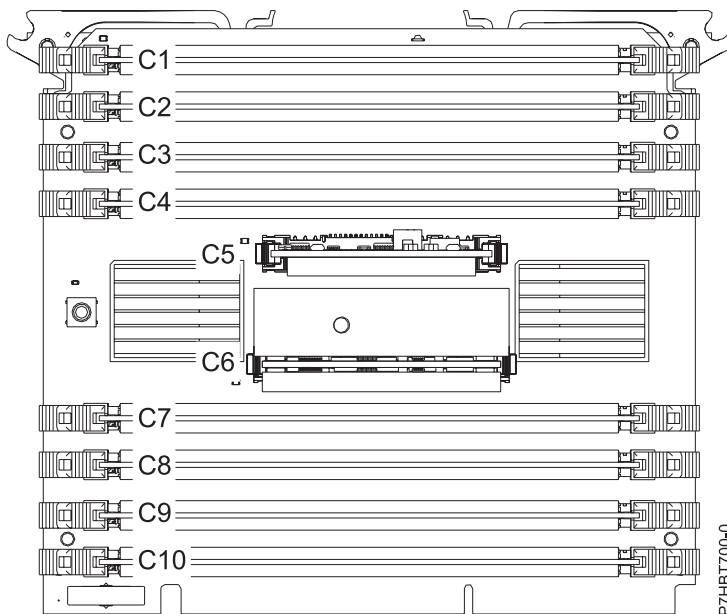

Abbildung 5. Position der Speicherspannungsreglermodule
11. Suchen Sie das Speicherspannungsreglermodul, das aus der Systemprozessor-Baugruppe ausgebaut werden soll. In Abb. 5 werden die Speicherspannungsreglermodule (C5 und C6) in Relation zu der Position auf der Systemprozessor-Baugruppe angezeigt.